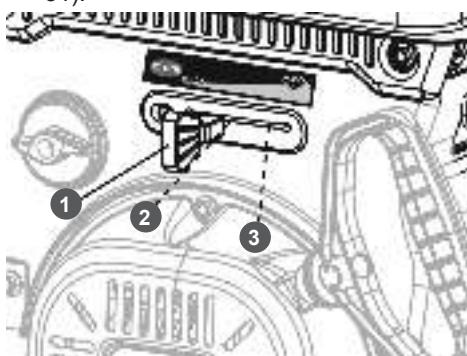

Рис. 31 Положения рычага газа
- Переведите рычаг газа сначала в крайнее левое положение, затем в крайнее правое, после чего установите рычаг в среднее положение (Рис. 31).
2. Рычагом газа переведите двигатель в режим холостого хода (переведите рычаг газа в положение 2 (Рис. 31).
4. Переведите рычаг газа в положение 1 (крайнее левое) (Рис. 31).